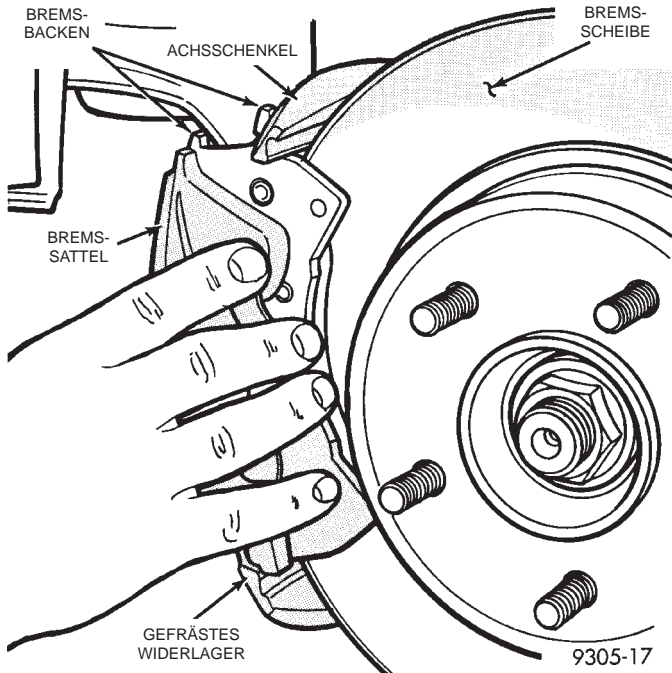
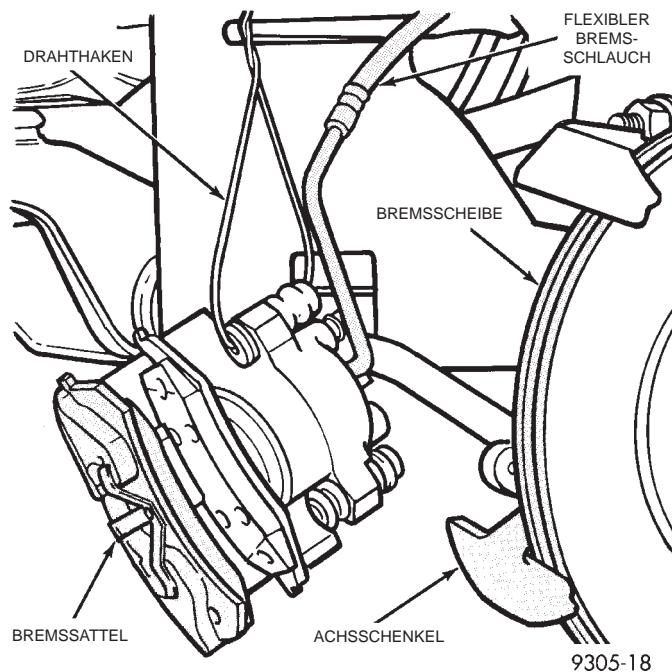

Abb. 31 Ausbau des Bremssattels
Abb. 32 Bremssattel aufhängen
(4) Bremssattel vom Achsschenkel lösen, indem zuerst das obere Ende des Bremssattels vom Achsschenkel weggedreht wird. Dann den Bremssattel vom unteren gefrästen Widerlager am Achsschenkel abheben (Abb. 31).
(5) Muss der Bremssattel ganz aus dem Fahrzeug herausgenommen werden, die Hohlschraube lösen, mit der der flexible Bremsschlauch am Bremssattel befestigt ist. Die 2 Unterlegscheiben (eine auf jeder Seite der Befestigung des flexiblen Bremsschlauchs) lösen sich gleichzeitig.
(6) Muss der Bremssattel nicht ganz aus dem Fahrzeug herausgenommen werden, den Bremssattel sicher an einen Drahhaken hängen, um den flexiblen Bremsschlauch vor Beschädigungen durch das Gewicht des Bremssattels zu schützen (Abb. 32).
(3) Bremssattel und Bremsbacken vorsichtig über die Bremsscheibe schieben. Hierzu das Verfahren zum Ausbau in umgekehrter Reihenfolge durchführen (Abb. 31).
(4) Die Hohlsschraube einsetzen, mit der der flexible Brems Schlauch am Bremssattel befestigt wird. Auf jeder Seite des Anschlusses des flexiblen Brems schlauchs ist vor dem Einsetzen der Hohlsschraube eine Unterlegscheibe anzubringen. Die Hohlsschraube mit einem Anzugsmoment von 48 N·m (35 ft. lbs.) festziehen.